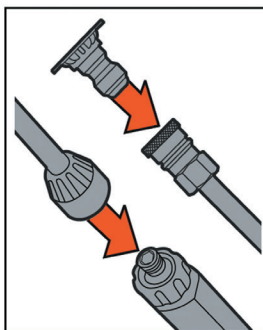

Рис. 11
7. Установите на пистолет распылительную насадку и форсунку (рис. 11). В комплекте с мойкой GPW 210 поставляется 4 распылительных форсунки, различающиеся углом распыления (0°, 25°, 40°, SOAP).